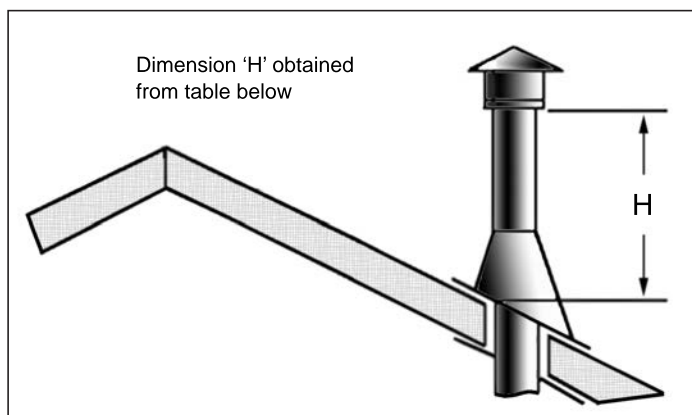

Figure 27: Hauteur de Terminaison Verticale;
- Étape 8.** Continuez à ajouter des sections de tuyaux jusqu'à la hauteur de la coupelle répond aux exigences minimales du code. Reportez-vous à la figure 27 et tableau 7 Notez que plus la pente du toit, la hauteur de l'évent doit être augmentée. Dans des conditions de vent élevées, la proximité d'arbres, lignes de toitures adjacentes, les toits en pente abrupte et d'autres facteurs similaires peuvent entraîner un mauvais projet, ou vers le bas de rédaction. Dans ces cas, l'augmentation de la hauteur d'évent peut résoudre le problème.
- Étape 9.** Glissez le collet sur le tuyau, et le pousser vers le haut de la solin comme le montre la figure 27 Utilisez le durcissement non étanchéité autour du joint entre le tuyau et le collet.